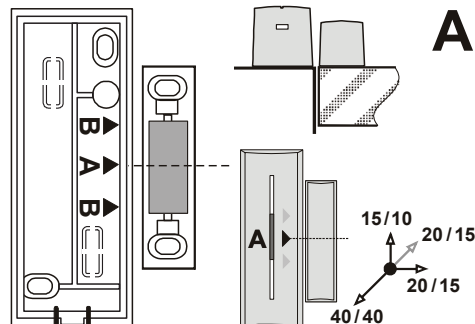
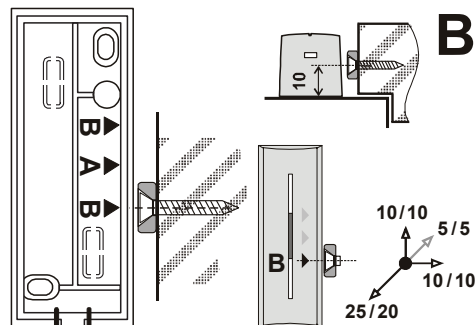

fig. 5
fig. 6
3. Přišroubujte magnet na pohyblivou část dveří (okna). Magnet v plastovém pouzdře umístíte středem pouzdra proti šipce A, prstencový magnet musí být proti šipce B. Vzdálenost magnetu od vysílací části má být při zavřených dveřích co nejmenší. Vzdálenost pro aktivaci při oddálení magnetu ve všech osách a pro nemagnetický / magnetický montážní podklad jsou uvedeny v obrázku fig. 5 a fig. 6. Pozn. Pro výškové nastavení A magnetu použijte dodanou podložku.
Typická rozpnací/spínací vzdálenost fig. 5 a fig. 6
3. Attach the magnet to the moving part of the window. The standard magnet in a plastic housing opposite the A arrow and the whorl shape magnet against the B arrow. Its distance from the detector should be as small as possible when the door/window is closed. In the picture fig. 5 and fig. 6 are shown the reaction areas for magnets in millimeters in three axes of movement and on the non-magnetic / magnetic surface. Note: Use the supplied plastic part to compensate the possible height difference for magnet A.
Typical sensitivity range: see fig. 5 and fig. 6
3. Schrauben sie den Magnet an den beweglichen Teil der Türen (Fenster). Den Magnet im Kunststoffgehäuse platzieren sie mit der Mitte des Kunststoffgehäuses gegenüber dem Pfeil A, der Ringmagnet muss gegenüber dem Pfeil B sein. Die Entfernung des Magneten vom Sendeteil soll bei geschlossener Tür so gering wie möglich sein. Die Entfernung für die Aktivierung bei der Entfernung des Magneten in allen Achsen und für den unmagnetischen / magnetischen Montageuntergrund ist im Bild **fig. 5** und **fig. 6** angegeben. *Anm. Für die Höheneinstellung des A Magneten benutzen sie die gelieferten Unterlagen.*